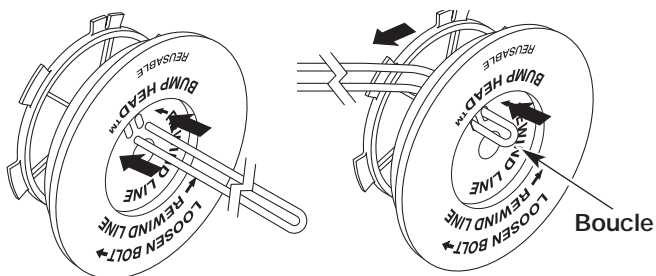

Fig. 15
- Découpez environ 6 m (20 pi) de fil neuf et faites-en deux boucles de longueurs égales. Insérez chaque extrémité de fil dans l'un des deux trous du moulinet (Fig. 15). Tirez le fil à travers le moulinet pour que la boucle soit le plus petit possible.